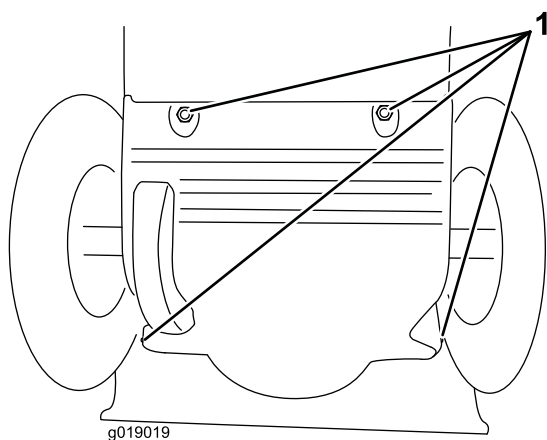

Figure 44
- Retirez le couvercle arrière (Figure 44).